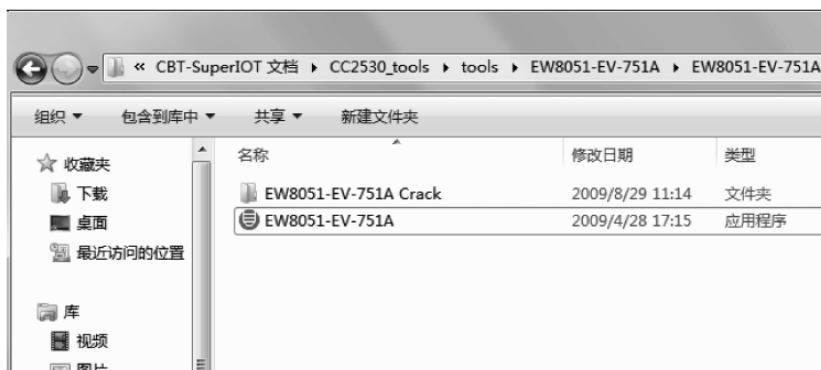

图 1.1 安装软件包
(1) 打开 IAR 安装包进入安装界面,双击 EW8051-EV-751A 进行安装,如图 1.1 所示。